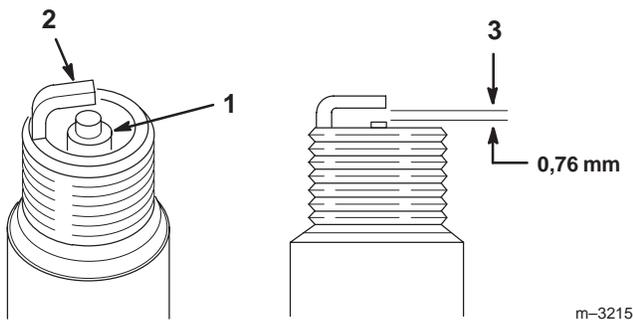

Bild 31
1. Sehen Sie sich die Mitte der Zündkerzen an (Bild 31).
2. Prüfen Sie den Abstand zwischen den mittleren und seitlichen Elektroden (Bild 31) und biegen die seitliche Elektrode bei falschem Abstand zurecht.